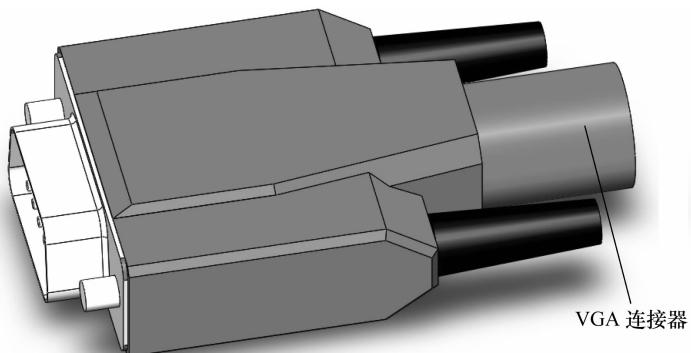

图 15-11 打开零件
**步骤2 打开零件** 右击红色的 VGA 连接器，打开零件，如图 15-11 所示。